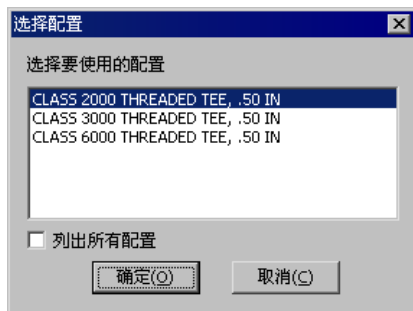

图 11.5.15 “选择配置”对话框
Step3. 选择接头类型和配置。在弹出的“打开”对话框中选择 routing\piping\threaded fittings (npt) \threaded tee.sldprt 文件，单击 **打开(O)** 按钮；单击鼠标右键可以调整配件位置，再单击鼠标左键以确定配件放置位置，在弹出的“选择配置”对话框中，选取图 11.5.15 所示的 **CLASS 2000 THREADED TEE, .50 IN** 选项，单击 **确定(O)** 按钮。